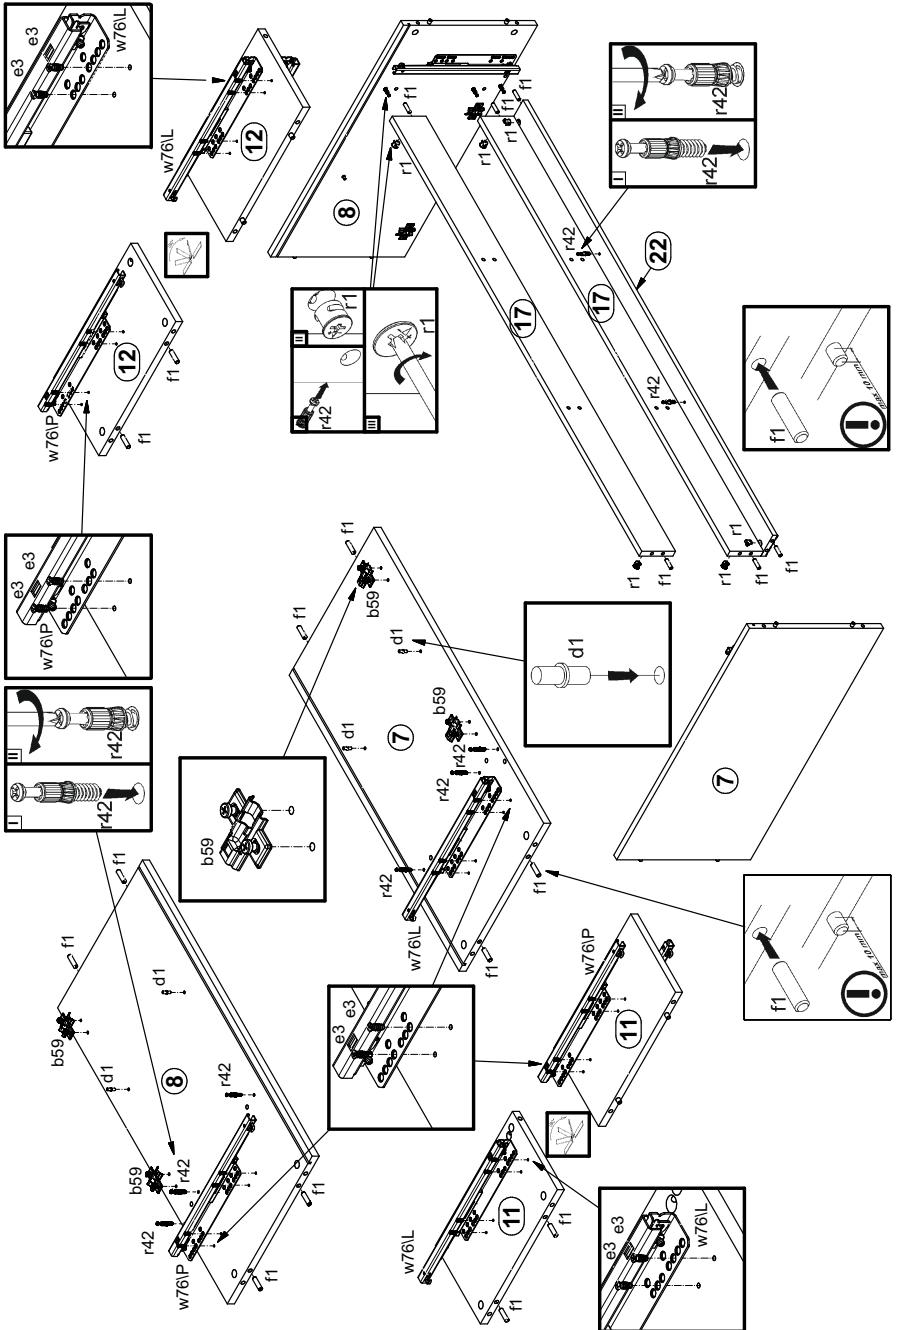
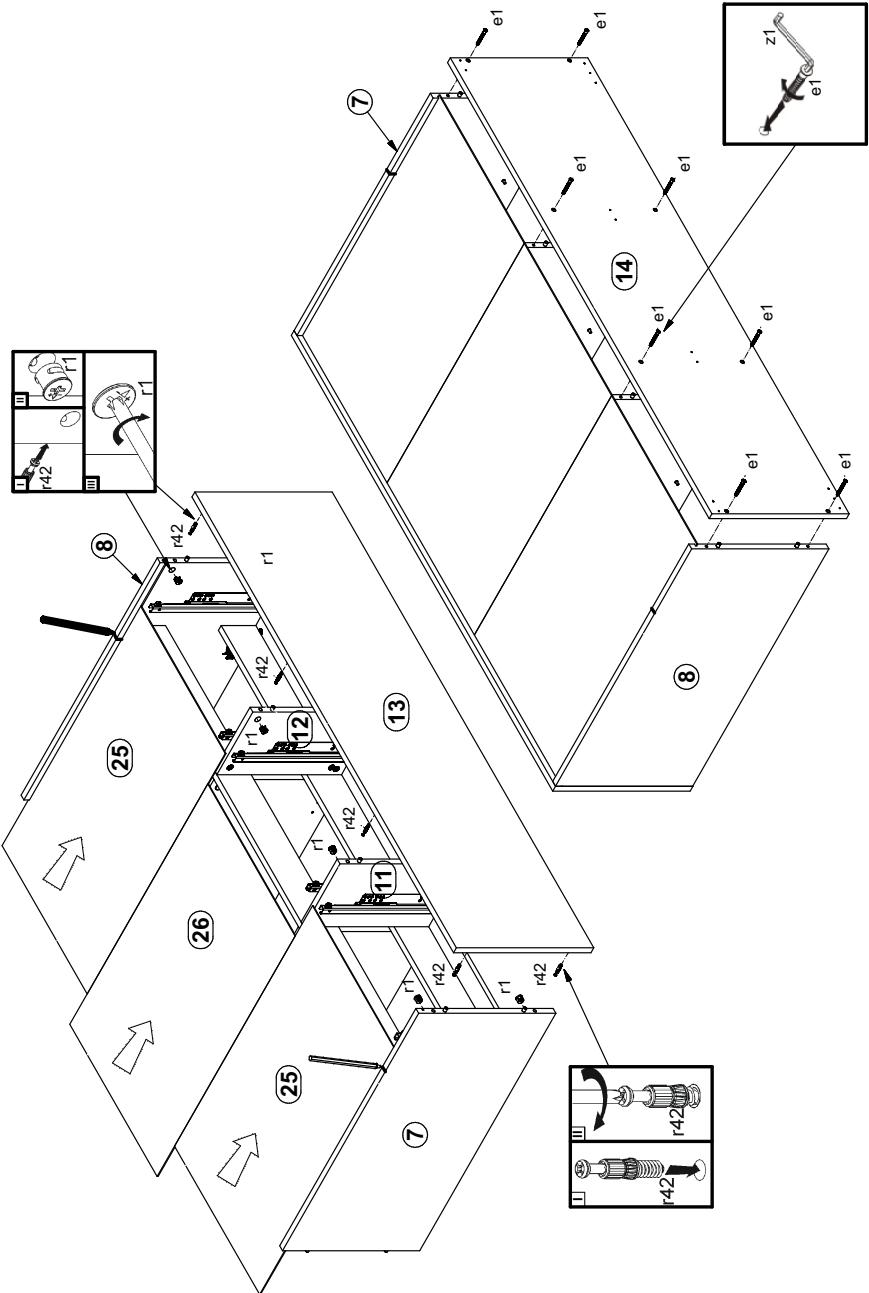

Рисунок 2
Рисунок 4
2. В отверстия Ø8 мм на верхних и нижних кромках стенок боковых 7, 8 (см. рис. 2), на верхних кромках стенок средних 11,12 (см. рис. 2), на боковых кромках цоколей 17, планки декоративной 22 (см. рис. 2), на нижних кромках стенок средних 9, 10 (см. рис. 3) вбить деревянные шканты f1.
3. В отверстия Ø5 мм на внутренних поверхностях стенок 7, 8 закрепить ответные планки петли b59 (см.рис. 2).
5. В отверстия Ø5 мм на внутренних поверхностях стенок 7, 8, 11,12 закрепить направляющие w761P и w761L евровешурами e3 (см.рис. 2).
7. В отверстия Ø5 мм на внутренних поверхностях стенок 7, 8 (см. рис. 2), стенок 9, 10 (см. рис. 3), установить полцодержатели d1
8. В отверстия Ø5 мм на внутренних поверхностях стенок 7, 8 (см. рис. 2), на нижней поверхности щита 13 (см. рис. 4) вкрутить винты стяжки r42.
9. В отверстия Ø15 мм на нижних поверхностях цоколей 17 (см. рис. 2), на задней поверхности планки 22 (см.рис. 2), на боковых поверхностях стенок 7, 8 (см. рис. 4) вставить стяжки эксцентриковые r1.
10. Соединить детали 7, 8, 17, 22 и затянуть стяжки эксцентриковые r1, пользуясь отверткой (см. рис. 2). Стяжки эксцентриковые r1 закрыть заглушками s2.
13. В пазы деталей 7, 8, 13 вставить стеки задние 25, 26 (см. рис. 4).
14. Присоединить щит 14 к стенкам 7, 8, 9, 10 затянуть конформаты e1, пользуясь ключом z1 (см. рис. 4).